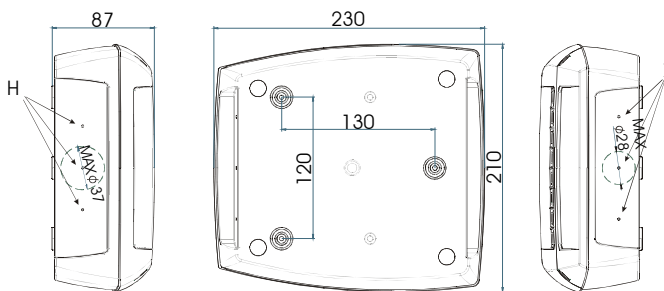

FIG. 3
3. Dopo aver scelto dove far passare la canalina o i cavi (da sopra o da sotto) e aver praticato gli opportuni fori utilizzando i centro-foro indicati (Fig. 3, H, I,) per pressacavi o pressatubi, praticare nella parete i tre fori di fissaggio indicati in (Fig. 3, L, M, N).
5. Inserire i tasselli a muro, contenuti nel kit, nei fori effettuati nella parete e quindi fissare la parte posteriore del Cool Mate con le tre viti e i relativi O-Ring alla parete stessa (Fig. 3, L, M, N).
5. Dopo aver scelto dove far passare la canalina o i cavi (da sopra o da sotto) e aver praticato gli opportuni fori utilizzando i centro-foro indicati (Fig. 3, H, I,) per pressacavi o pressatubi, fissare i pressacavi o i pressatubi.